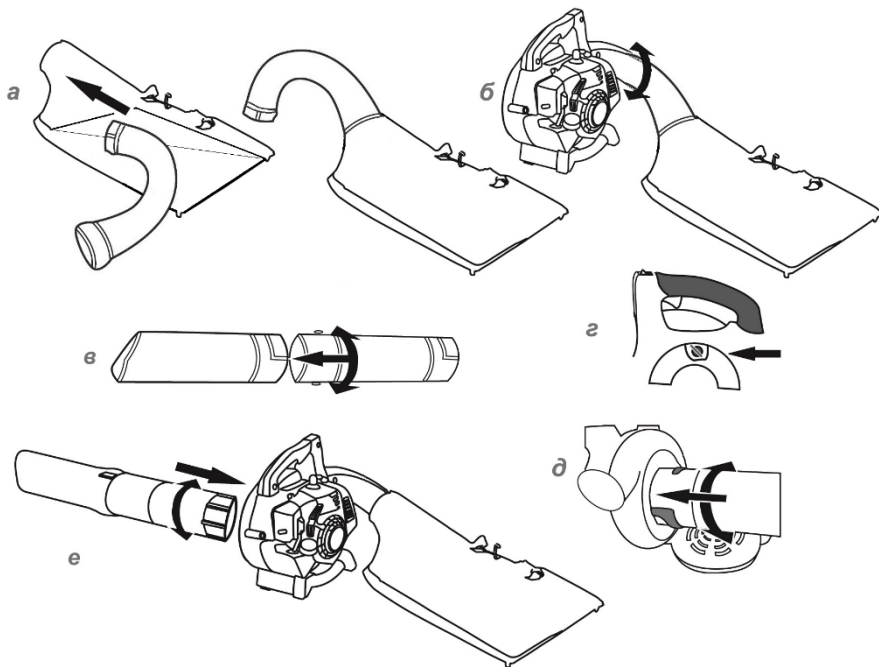

Рисунок 3. Складання, монтаж пилососа садового.
1. Відкрити застібку на текстильному мішку для збирання сміття (8, рис. 1) та завести патрубок пирососа (9, рис. 1) в отвір мішка, надягнувши горловину мішка на розширення на патрубку (рис. 3а).
2. Поєднати виступ патрубку (рис. 3б) з пазом на трубі вихідного отвору (5, рис. 1), під'єднати обертальним рухом проти годинникової стрілки до фіксації.
Для цього поєднати паз конусної насадки з незначним зусиллям натиснути (рис. 3а) та повернути щілинну насадку за напрямком руху годинникової стрілки відносно циліндричної до характерного клацання насадок (рис. 3б).
4. Розблокувати кришку забірника повітря (14, рис. 1) повертанням фіксатора (рис. 3г), відкрити кришку.
5. Поєднати виступ циліндричної насадки (рис. 3д) з пазом на отворі забірника повітря та з незначним зусиллям натиснути, щоб паз надійно увійшов у виступ, під'єднати обертальним рухом проти годинникової стрілки до фіксації (рис. 3е).